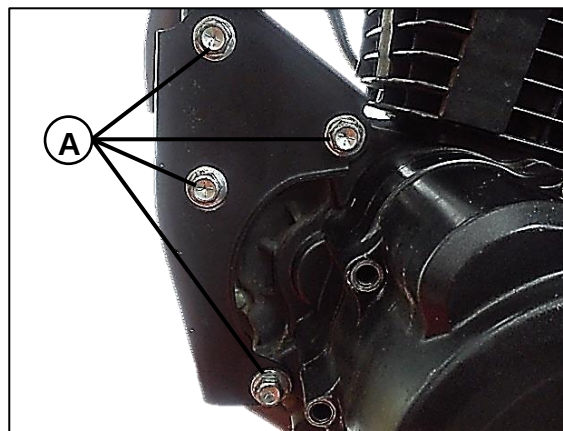

Fig. 25
Afloje tornillos (A) que sujetan el motor a platina, teniendo dispuesto el soporte para descargue del mismo. **Fig.25**